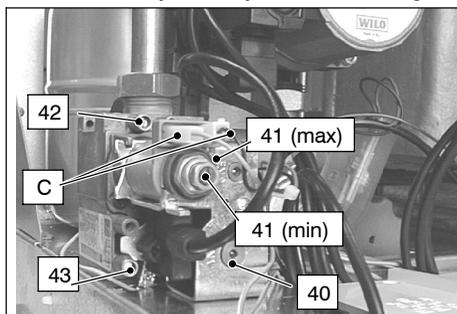

fig. 7.3
Dopo ogni misurazione delle pressioni gas, **richiudere bene** le prese di pressione utilizzate (43 e 42 in fig. 7.3). Dopo ogni operazione di regolazione gas **gli organi di regolazione della valvola devono essere sigillati**.
- 2 A caldaia spenta (fuori servizio), controllare la pressione di alimentazione utilizzando la presa 43 in fig. 7.3 e confrontare il valore letto con quelli riportati nella tabella **Pressioni di alimentazione gas** a pag. 11.
- 4 Aprire la presa di pressione 42 in fig. 7.3 e collegare un manometro.
Per tarare la pressione al bruciatore agire sul dado esagonale grande in ottone dell'operatore modulante 41 *max* in fig. 7.3 (ruotando in senso orario la pressione aumenta).
- 11 Sconnettere il filo di alimentazione "C" dell'operatore modulante 41. Fare attenzione che non vada a toccare le parti metalliche della caldaia fig. 7.3
Per tarare la pressione al bruciatore agire sulla vite in plastica (41 *min* in fig. 7.3) tenendo fermo il dado esagonale in ottone grande (41 *max* in fig. 7.3) dell'operatore modulante (ruotando in senso orario la pressione aumenta).
13 Collegare il filo di alimentazione "C" dell'operatore modulante fig. 7.3
17 **Chiudere la presa di pressione 42** in fig. 7.3
4 Aprire la presa di pressione 42 in fig. 7.3 e collegare un manometro.
Nella tab. 8.1 di seguito è visibile la correlazione SET programmato, tipo di gas al bruciatore e corrente misurata nei faston "C" dell'operatore modulante 41 in fig. 7.3